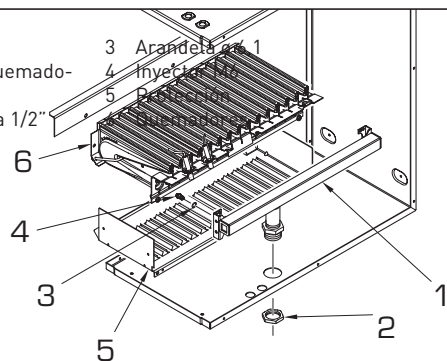

Fig. 22
Para el funcionamiento a gas butano (G30) o propano (G31) se suministra un kit con lo necesario para la transformación. Para pasar de un gas a otro es necesario operar del modo siguiente (fig. 22):
- Realice una rotación en el plano, en sentido horario, del grupo quemador (A. fig. 22), liberándolo del soporte colocado en el lado izquierdo en el fondo de la cámara estanca.